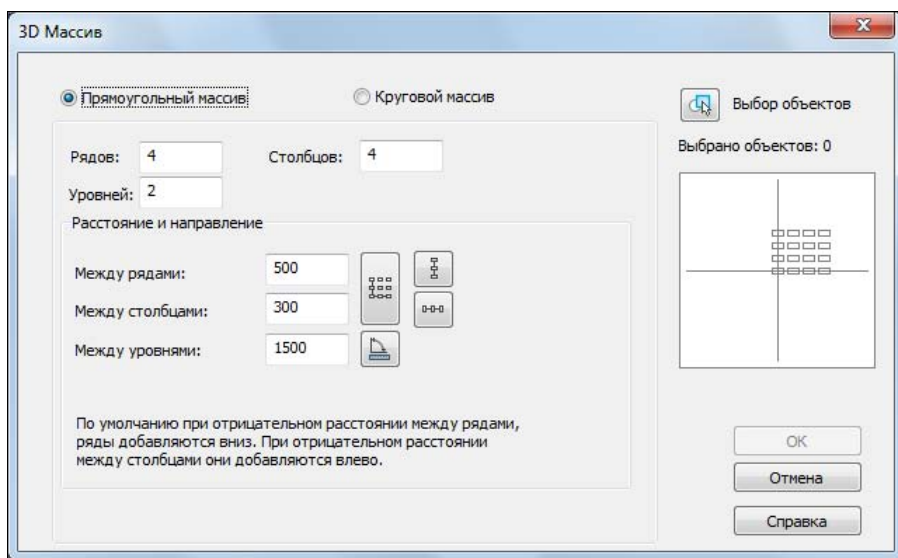
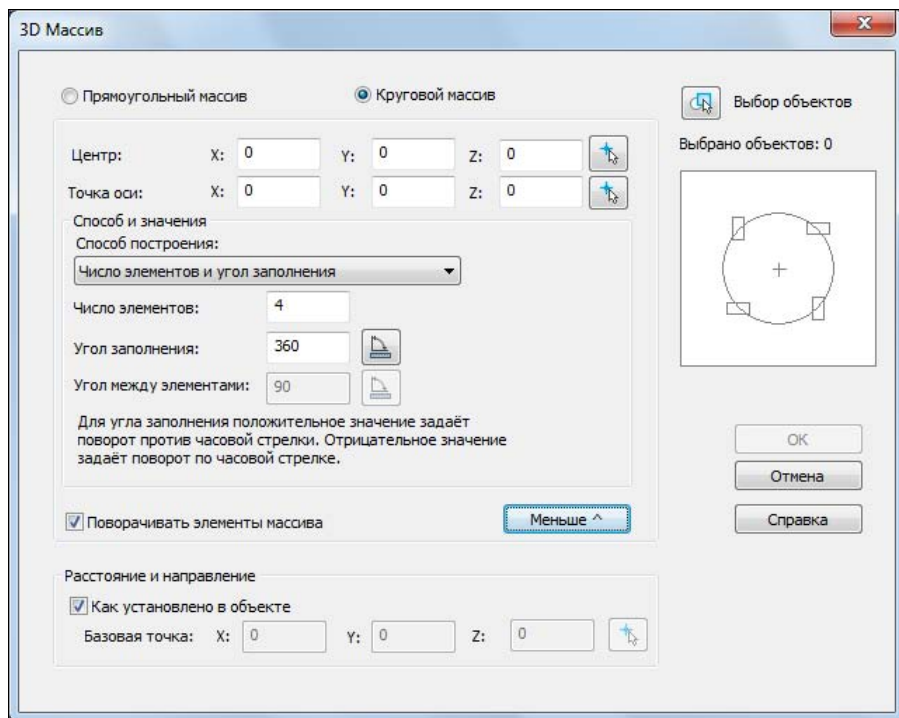

Рис. 9.17. Окно 3D Массив, режим Прямоугольный массив
Рис. 9.18. Окно 3D Массив, режим Круговой массив
Из специальных команд общего редактирования, учитывающих специфику 3D, реализована команда **Редактирование – 3D Массив**. Команда открывает диалоговое окно **3D Массив**, которое имеет два режима: **Прямоугольный массив** (рис. 9.17) и **Круговой массив** (рис. 9.18).
- ◆ расстояние между уровнями () прямоугольного массива по оси Z (см. рис. 9.17);
- ◆ вторая точка оси кругового массива (см. рис. 9.18).